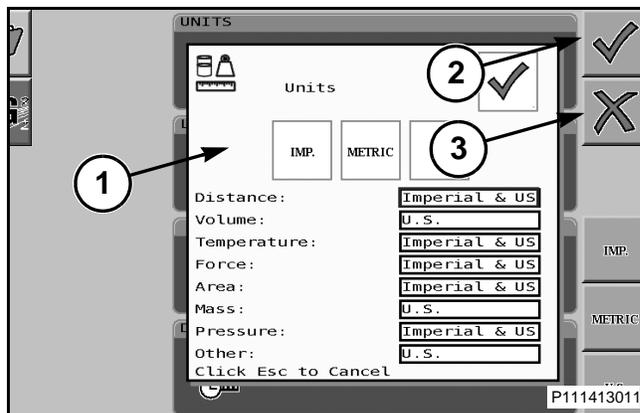

FIG. 63
FIG. 63: Para seleccionar las unidades de medida, desplácese a través de la lista desplegable para resaltar una selección (1) y a continuación presione el botón de la rueda de selección o la tecla rígida situada junto al icono de marca de verificación (2) para aceptar el ajuste. Para cancelar la selección, presione la tecla rígida situada junto al icono X (3).